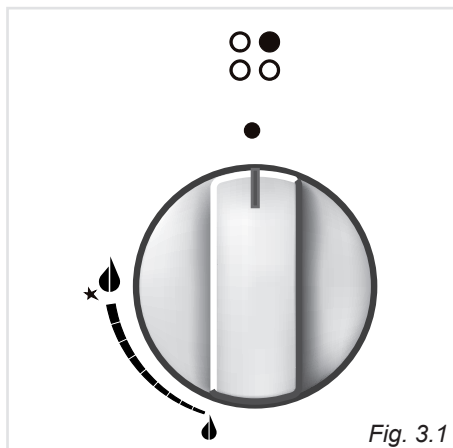

Fig. 3.1
L'afflusso del gas ai bruciatori è regolato da un rubinetto valvolato comandato dalla manopola di fig. 3.1.
- ✓ L'accensione elettrica è incorporata nelle manopole dei bruciatori e si identifica per il simbolo ★ vicino al simbolo (fig. 3.1).